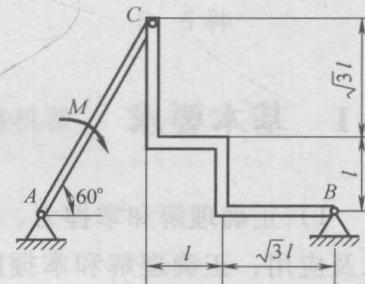

图 1-3
(3) 在图 1-3 所示的平面结构中, 不计自重和摩擦, 杆 AC 上作用有一力偶矩为  $M$  的力偶, 则支座 A 处的约束反力  $\vec{F}_A$  与水平线所夹的锐角  $\theta$  为 ( )。